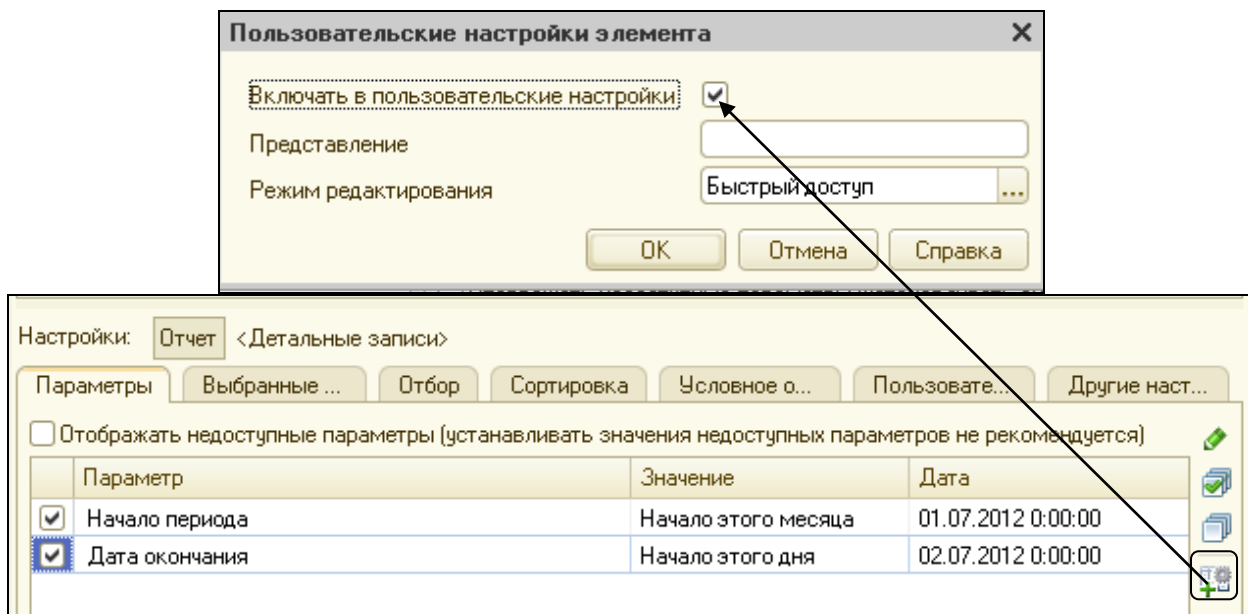

Рисунок 4.24 Пользовательские настройки элемента
19. Включим в состав пользовательских настроек поля **Начало периода** и **Дата окончания**. Эти настройки должны находиться в форме отчета, для того чтобы пользователь самостоятельно мог настраивать период. Открыть закладку **Параметры**. Маркировать поля **Начало периода** и **Дата окончания**. Выделить первый параметр, нажать на кнопку **Пользовательские настройки элемента**. Маркировать поле **Включать пользовательские настройки**, нажать **ОК**. самостоятельно включите в пользовательские настройки второй параметр (рис. 4.24).